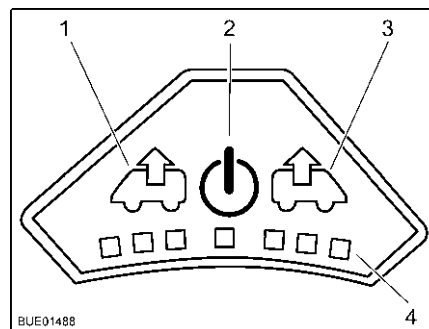

Fig. 116 Painel de controlo do ventilador
Ligar: ■ Premir a tecla Ligar/Desligar (Fig. 116,2). O ventilador está a funcionar no modo de conforto (extrair o ar com o ventilador na mais baixa rotação).
Extrair o ar: ■ Para aumentar a rotação do ventilador: Prima a tecla Extrair o ar (Fig. 116,1). A rotação do ventilador no sentido da extração do ar aumenta um nível. Os LEDs (Fig. 116,4) indicam os níveis de comutação.
■ Para reduzir a rotação do ventilador: Prima a tecla Arejar (Fig. 116,3). A rotação do ventilador baixa um nível.
Arejar: ■ Para aumentar a rotação do ventilador: Prima a tecla Arejar (Fig. 116,3). A rotação do ventilador no sentido do arejamento aumenta um nível. Os LEDs (Fig. 116,4) indicam os níveis de comutação.
■ Para reduzir a rotação do ventilador: Prima a tecla Extrair o ar (Fig. 116,1). A rotação do ventilador baixa um nível.
Desligar: ■ Premir a tecla Ligar/Desligar (Fig. 116,2). O ventilador para, os LEDs apagam-se.